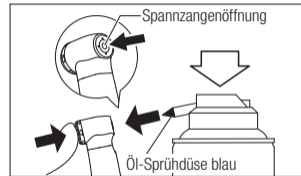

Abb.9
- 2) Schmieren Sie die Spannvorrichtung direkt durch die Spannzangenöffnung (Abb. 9).